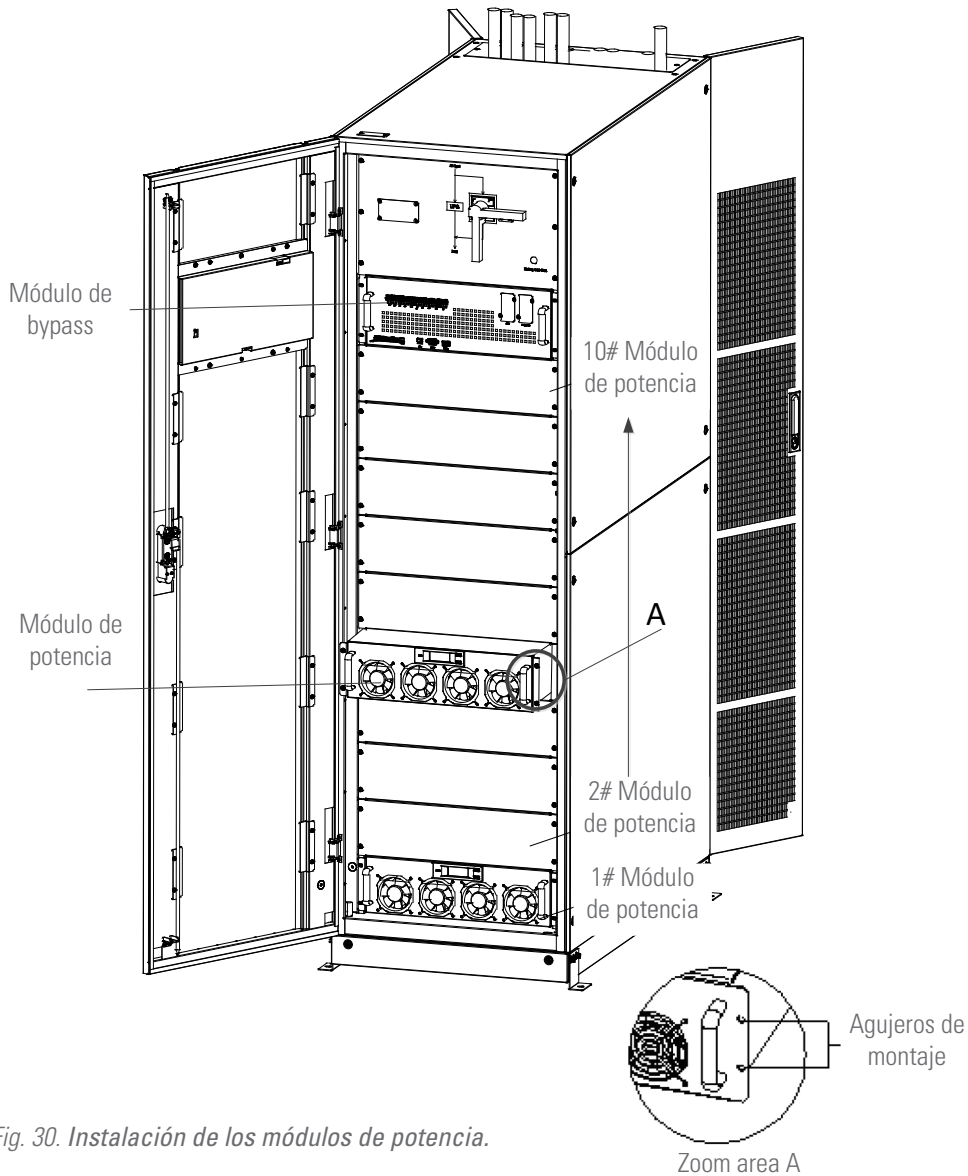

Fig. 30. Instalación de los módulos de potencia.
La posición de instalación de los módulos de potencia se muestra en la Fig. 30. Se ha tomado como ejemplo un armario de 10 slots para módulos de 30 kVA, proceder de igual forma para los módulos de 50 kVA.
4. Fijar el módulo al armario mediante los orificios de montaje situados en ambos lados de la placa frontal del módulo (ver Fig. 30, a la derecha).